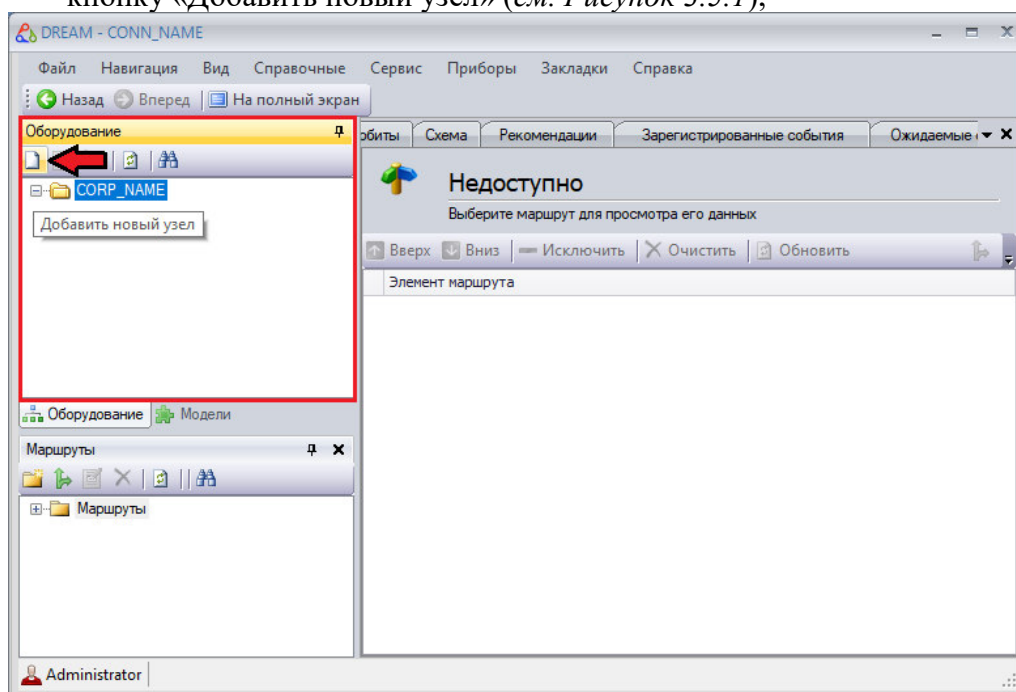

Рисунок 3.5.1
- дождаться появления окна программы «DREAM32 v.5». В левой верхней части окна приведен список оборудования, в котором будет находиться папка ранее созданного «Предприятия», выделить папку «Предприятия» и нажать кнопку «Добавить новый узел» (см. Рисунок 3.5.1);